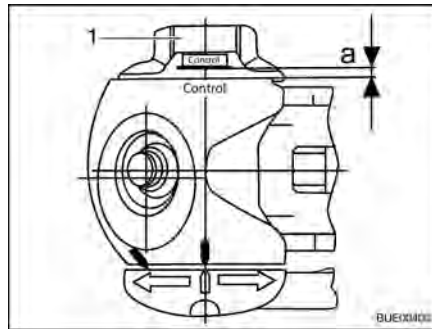

Bild 193 Slitagekontroll
- Vrid ratten (Bild 193,1) tills vridmomentbegränsningen tydligt (och ljudligt) spärrar. Vridriktning: medurs.
- Avstånd  $a > 0$  (Bild 193): Slitage inom tillåtna gränser.